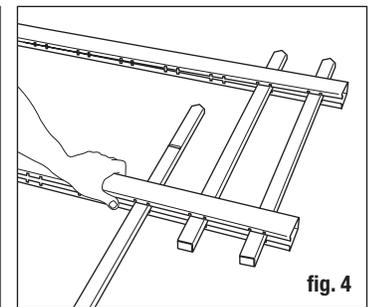

fig. 4
- Continue this process until all pickets are inserted into the rail with the tabs and notches aligned (fig. 4).
- While holding the bracket in place, attach one screw into one of the slotted holes. Place the screw at the end of the slot closest to the mounting face of the bracket (fig. 4).
- Continuez ce processus jusqu'à ce que tous les piquets soient insérés dans les traverses, les languettes et les encoches alignées (fig. 4).
- En maintenant le support en place, fixez une vis dans l'un des trous oblongs. Placez la vis à l'extrémité de la fente la plus proche de la façade de fixation du support (fig. 4).
- Continúe este proceso hasta que todas las estacas queden insertadas en los pretilos, con las pestañas y las muescas alineadas (fig. 4).